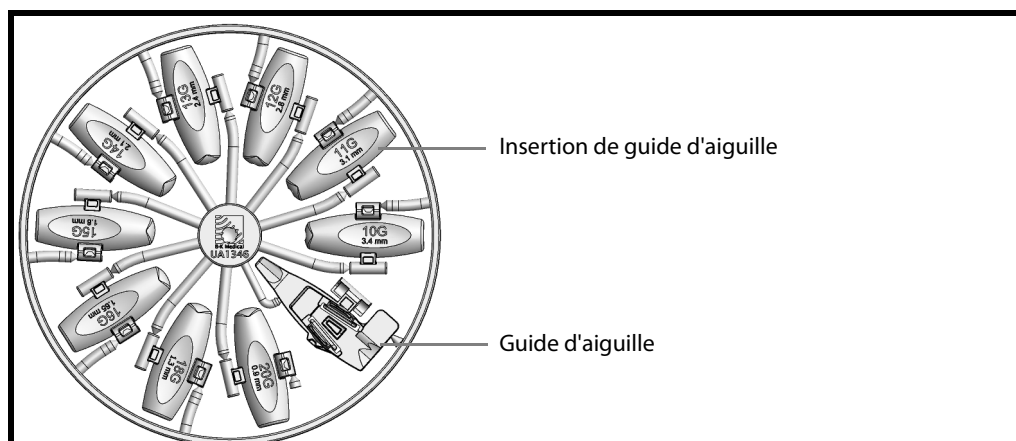

Figure 3. Palette contenant le guide d'aiguille UA1346 et des pièces d'insertion de guide d'aiguille.
- 2 Détacher le guide d'aiguille et la pièce d'insertion de guide d'aiguille requise de la palette, voir Fig.3.